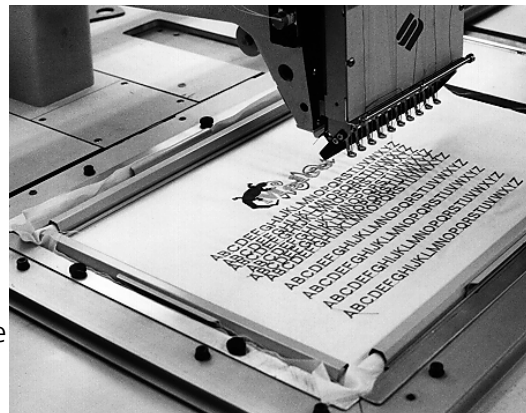

Figura 3-7
6. Incominciando dalla parte posteriore, spingete i morsetti in basso sul supporto con morsetti posteriore. Accertatevi che le chiusure di sollevamento sono dall'altra parte del campo di ricamo (consultate la Figura 3-7).